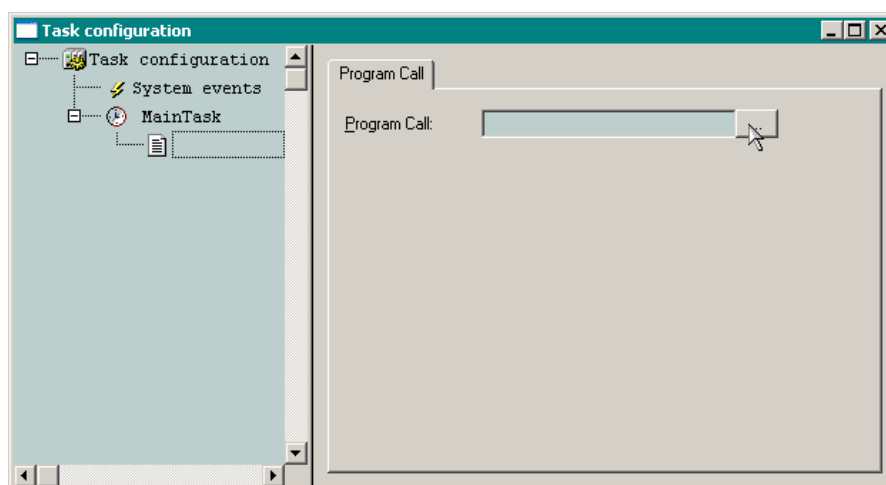

Рис. 10. Окно ресурса Tasks Configuration после выполнения команды Append Program Call в контекстном меню задачи
3. В поле **Name** вкладки **Task Attributes** введите имя задачи *MainTask*, а в поле **Properties:Interval (e.g. t#200ms)** – требуемый период цикла *T#10ms*, после чего щелкните правой кнопкой мыши над элементом *NewTask* в древовидном списке задач и выберите команду **Append Program Call** в появившемся контекстном меню. Имя элемента *NewTask* в древовидном списке изменится на *MainTask*, и под ней появится подчиненный элемент, представляющий вызов программы из данной задачи. При этом вкладка в правой части окна **Tasks Configuration** будет иметь вид, как на рис. 10.